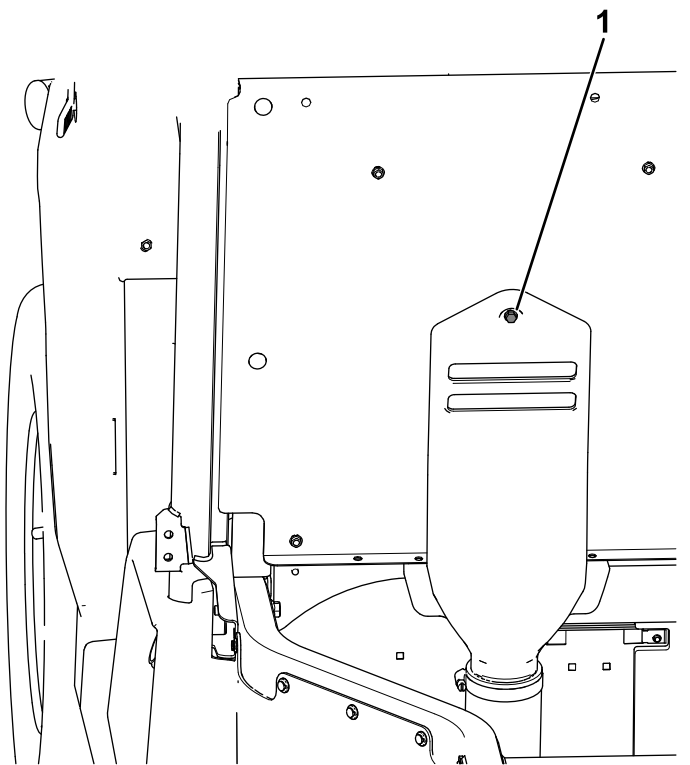

Figura 24
- B. Inserte el perno cautivo que está conectado a la cubierta de admisión de la CVT en el orificio indicado del panel del asiento (Figura 24).